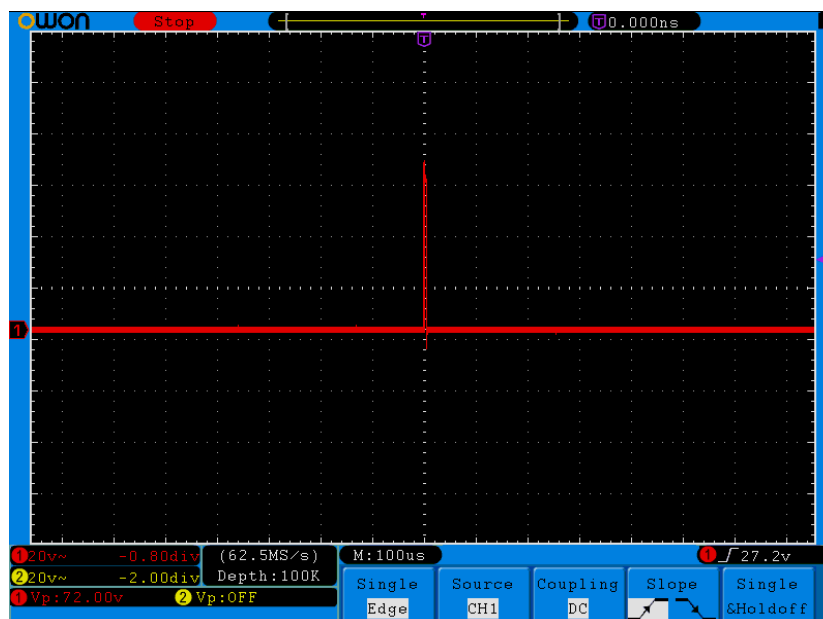

Рисунок 7-3. Захват одиночного сигнала
- (5) Кнопкой F2 выберите Peak detect.
- (6) Нажмите Trigger Menu для открытия меню запуска.
- (7) Нажмите H1 для открытия Trigger Type.
- (8) Кнопкой F1 выберите тип Single.
- (9) Ручкой M выберите режим Edge.
- (10) Нажмите H2 для открытия Source.
- (11) Кнопкой F1 выберите источник CH1.
- (12) Нажмите H3 для открытия Coupling; кнопкой F2 выберите DC.
- (13) Кнопкой H4 выберите  (нарастание) для Slope.
- (14) Ручкой TRIG LEVEL задайте уровень около 50% измеряемого сигнала.
- (15) Проверьте индикатор запуска сверху: если не Ready, нажмите Run/Stop для начала сбора и ждите запуска. При достижении заданного уровня сигнал захватывается и отображается. Так удобно ловить случайные импульсы. Для поиска высокого выброса задайте уровень немного выше среднего, нажмите Run/Stop и ждите. При выбросе прибор автоматически запустится и запишет осциллограмму вокруг момента запуска. Ручкой HORIZONTAL POSITION задайте отрицательное смещение запуска, чтобы рассмотреть сигнал до выброса (рисунок 7-3).